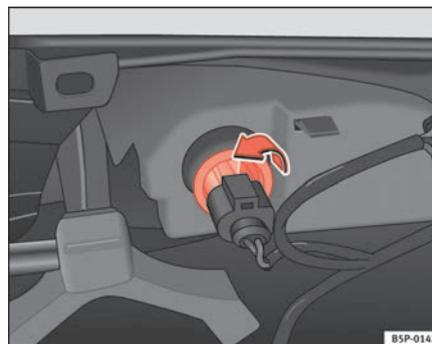

Fig. 194 Farolim pelo lado interior do pára-choques
- Rodar o porta-lâmpadas para a esquerda e extraí-lo no sentido da seta ⇒ fig. 194.